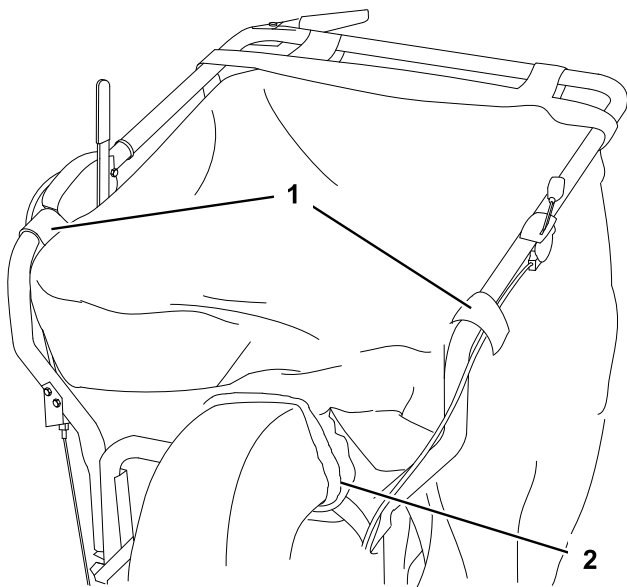

Figura 9
2. Coloque la bolsa sobre el manillar, enganando las arandelas sobre las clavijas y la correa de la bolsa sobre el manillar (Figura 9).
3. Deslice el cuello elástico de la bolsa sobre las bridas del conducto (Figura 9).